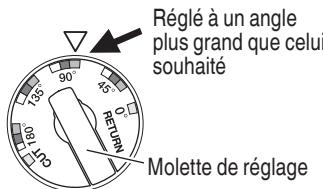

Fig. 52
- Régler la molette de réglage à un angle plus grand que celui souhaité (Fig. 52)